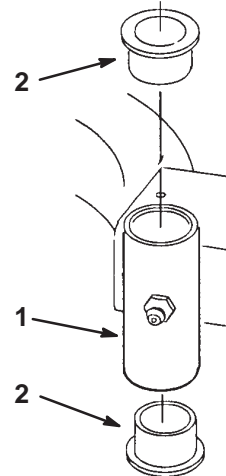

Figure 56
4. Insérez un chasse-goupille dans le tube de montage et chassez les bagues avec précaution (Fig. 56). Nettoyez l'intérieur du tube de montage.